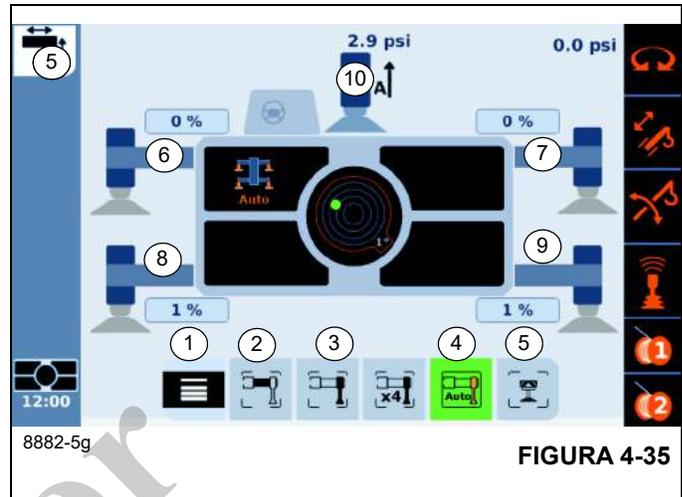

FIGURA 4-35
Seleccione el icono correspondiente en la pantalla de control del estabilizador para realizar la función como se indica en la tabla siguiente (Figura 4-35).
Salida de menú:	Seleccione el símbolo (1), (Figura 4-35) y confirme
Viga del estabilizador:	Seleccione el símbolo (2), (Figura 4-35) y confirme
Gato de estabilizadores:	Seleccione el símbolo (3), (Figura 4-35) y confirme
Nivelación automática	Seleccione el símbolo (4), (Figura 4-35) y confirme
Estabilizador delantero central (CFS)	Seleccione el símbolo (5), (Figura 4-35) y confirme
Delantero izquierdo	Seleccione el símbolo (6), (Figura 4-35) y confirme
Delantero derecho	Seleccione el símbolo (7), (Figura 4-35) y confirme
Trasero izquierdo	Seleccione el símbolo (8), (Figura 4-35) y confirme
Trasero derecho	Seleccione el símbolo (9), (Figura 4-35) y confirme
Delantero central	Seleccione el símbolo (10), (Figura 4-35) y confirme
2. Oprima y mantenga oprimido el interruptor de extender/retraer viga/gato del estabilizador preseleccionado (1), (Figura 4-35), en el tablero de control del apoyabrazos izquierdo.
Para extender o retraer el cilindro de gato del estabilizador, consulte (Figura 4-35) y la función de tablas.